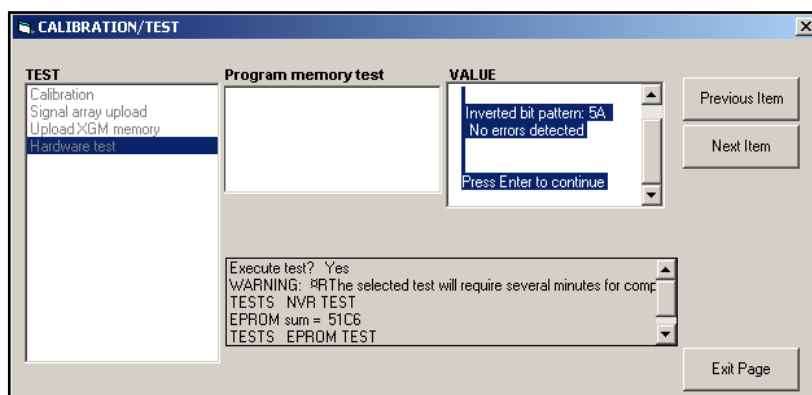

Figure 15: déroulement du test de la mémoire RAM rémanente
4. Si le test de la mémoire RAM rémanente est concluant, l'écran illustré *Figure 15* s'affiche. Cliquez sur [Exit Page] (Quitter la page) pour revenir à l'option *Hardware Test*, et de nouveau sur [Exit Page] pour revenir au menu *Calibration/Test* principal.